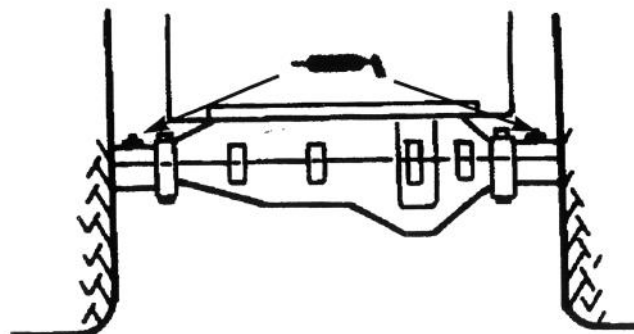

Figure 13
2. Appliquer 3 ou 4 injections de graisse à l'essieu arrière (Fig. 13).